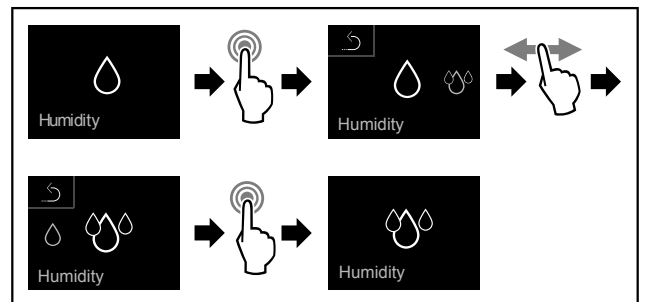

Fig. 69
- Følg anvisningene (se Fig. 69).